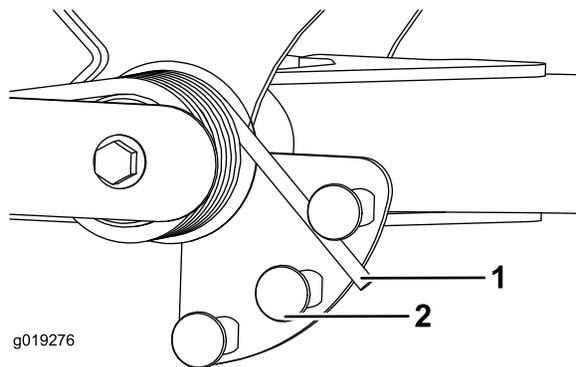

Рисунок 37
2. Вставьте трубу или аналогичный предмет в длинный конец пружины и поверните его вокруг пружинного привода в нужное положение (Рисунок 37).